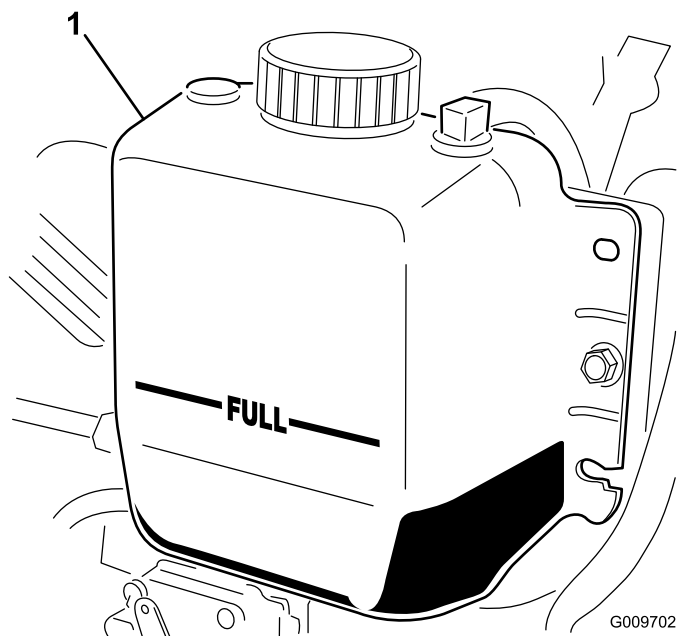

図 34
2. ラジエーター内部の液量を点検する。補給口の首の上部まであればよい。また、補助タンク側面についている FULL マークまであればよい 図 34。